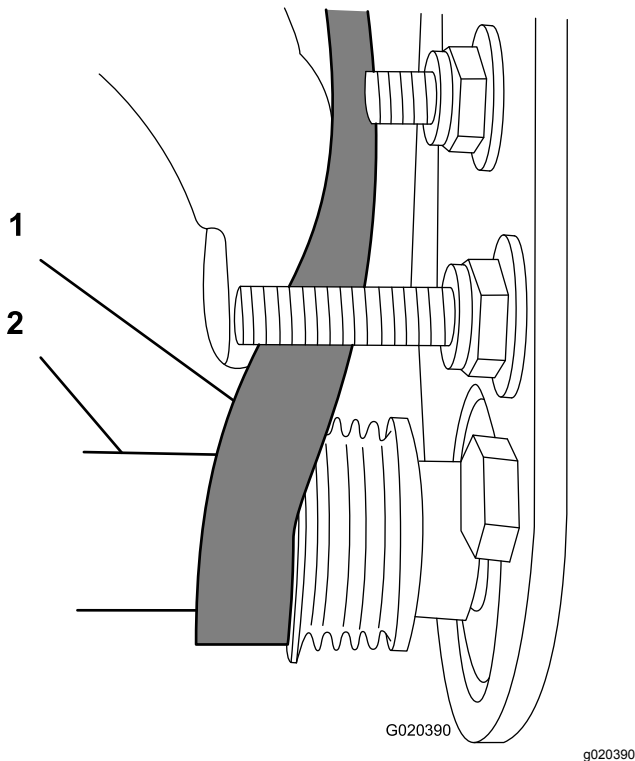

図 36
- 9/16" 深穴ソケットを使ってブラシアセンブリを回転させながら、ベルトを受動プーリに掛けまわす図 36。